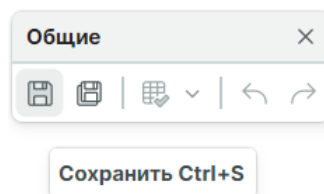

Рис. 29 Кнопка
5. Сохраните изменения, нажав «Сохранить» или «Сохранить все» на панели инструментов «Общие», см. Рис. 29.
3. Сохраните изменения, нажав «Сохранить» или «Сохранить все» на панели инструментов «Общие», см. Рис. 29.